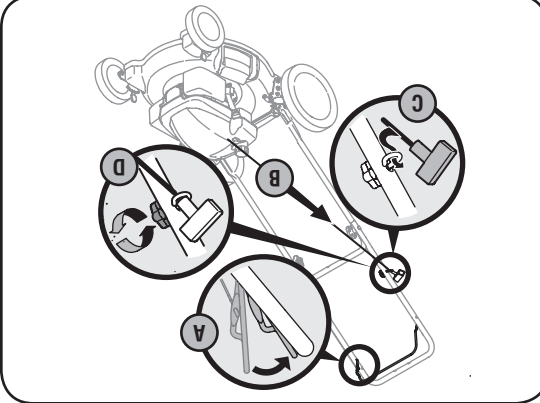

Figure 3-4
4. Installation du guide de la corde. Voir la Figure 3-4.